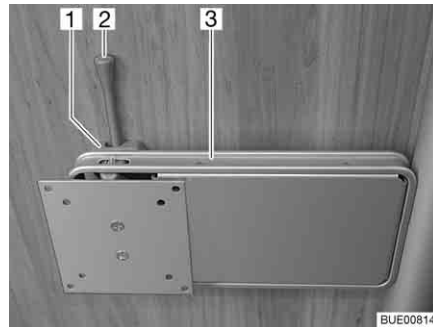

Fig. 84 Suporte em coluna
- Empurre a alavanca de destravar (Fig. 84,2) para o lado e rode o suporte (Fig. 84,3) com o ecrã plano para a posição pretendida.
- Rode o ecrã plano para trás, até o suporte (Fig. 84,3) encaixar no dispositivo de bloqueio (Fig. 84,1).